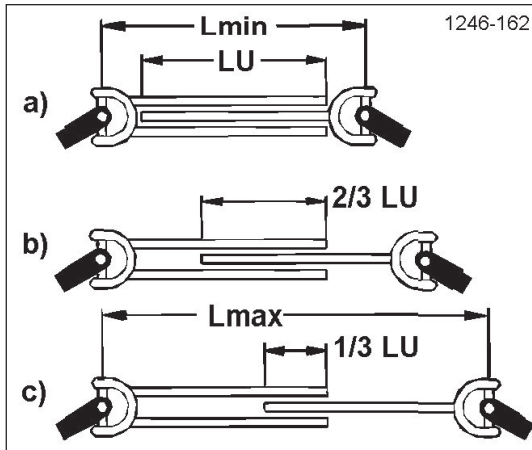

Рисунок 33
- ❑ Соблюдайте максимальную рабочую длину L_{\max} и минимальную рабочую длину L_{\min} ! Старайтесь обеспечить максимальное перекрытие (Рисунок 33):